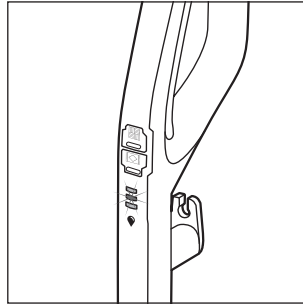

Afb. 17
- ◆ Druk op de schakelaar tapijtvloer  **13** om het apparaat in te schakelen (zie afb. 17). De LED van de schakelaar tapijtvloer  **13** licht blauw op.
- ◆ Druk opnieuw op de schakelaar tapijtvloer  **13** om het apparaat uit te schakelen (zie afb. 17).